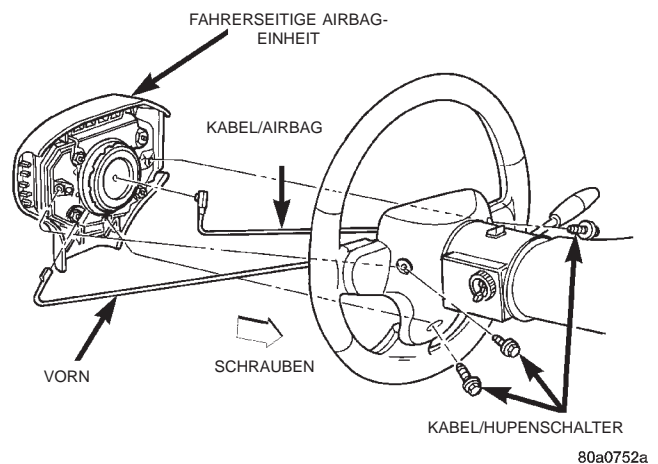

Abb. 5 Fahrerseitige Airbag-Einheit aus- und einbauen
(1) Batterie-Minuskabel abklemmen und elektrisch isolieren. Zwei Minuten warten, bis sich der Systemkondensator der Airbag-Einheit entladen hat.
(2) Die drei Schrauben an der Unterseite des Lenkrads lösen, mit denen die fahrerseitige Airbag-Einheit am Lenkrad befestigt ist (Abb. 5).